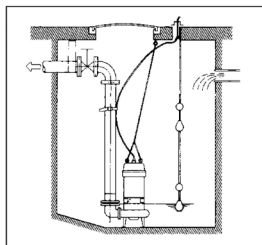

Fig. 1
- (1) Limpe o local de instalação.
- (2) O cabo elétrico não deve sofrer nenhum tipo de tração enquanto a bomba estiver sendo transportada ou instalada. Use uma corrente ou cabo de aço preso à alça para içar a bomba.
- (3) Certifique-se que a bomba será instalada verticalmente em uma base estável e nivelada.
- (4) Instale a bomba em um local dentro da estação onde a turbulência seja mínima.
- (5) Caso exista algum tipo de fluxo de líquido dentro do tanque, fixe o cabo elétrico em local apropriado (Veja fig.1).
- (6) Instale a tubulação de maneira que não ocorra entrada de ar, se a tubulação tiver que ser instalada de maneira que seja inevitável a entrada de bolhas de ar, instale uma válvula de alívio de ar na linha.
- (7) Não permita que o final da tubulação de descarga fique submersa, pois pode ocorrer contra fluxo quando da parada da bomba.
- (8) Bombas DG (todas) e BST/TSBT (trifásicas) não possuem sistema automático de controle de nível baseado em bóias. Não opere a bomba por muito tempo o nível baixo de água, próximo ao nível mínimo. Caso isso aconteça o motor poderá superaquecer, acionando o protetor térmico.